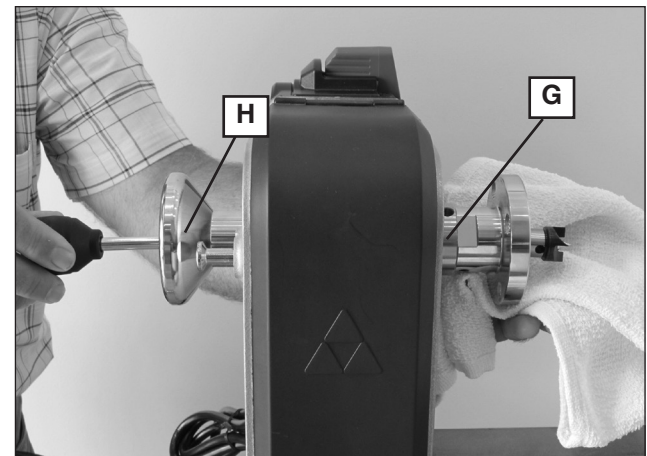

Fig. 7
Insérer la barre d'éjection (H), fig. 7, dans l'alésage de l'arbre (comme montré à la fig. 7) puis taper sur la pointe à griffe (G) pour la retirer. Au besoin, utiliser un maillet-caoutchouc et taper fermement la barre d'éjection.